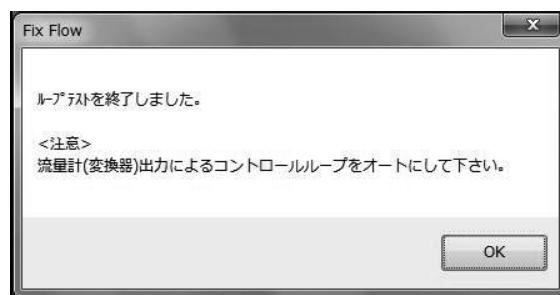

図3-60
- ⑤ 「Stop」ボタンをクリックするとメッセージボックス（図3-60）が表示されますので、「OK」ボタンをクリックしてください。